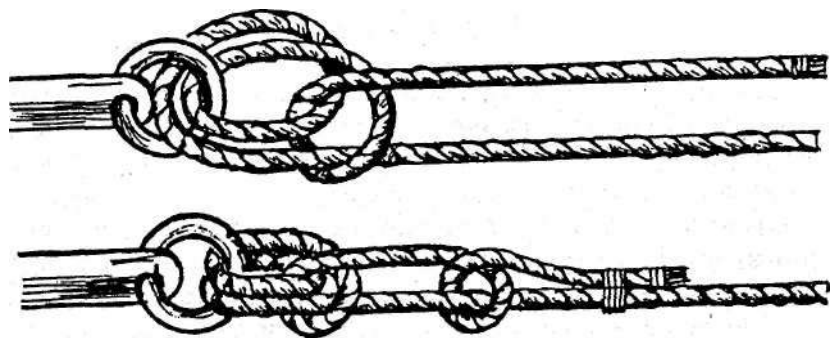

Рис. 19. Рыбацкий штык
**Рыбацкий штык**, как видно из **рис. 19**, отличается, в свою очередь, от штыка со шлагом тем, что ходовой конец прово-